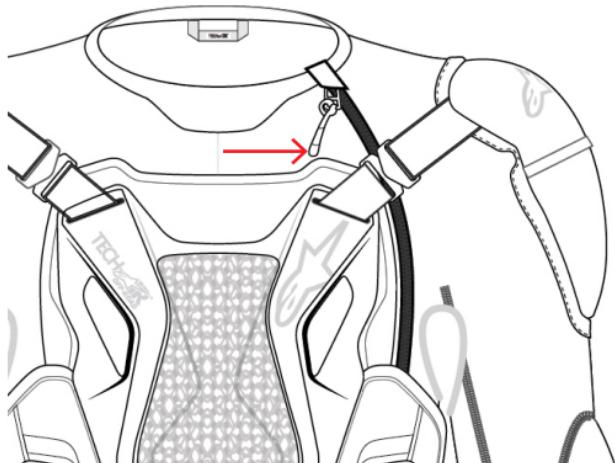

Abbildung 8: Einschalten des Systems durch Schließen des Aktivierungsreißverschlusses (1)
Um das Tech-Air® Off-Road System zu benutzen, muss der Benutzer das System einfach anlegen/tragen und den Aktivierungsreißverschluss (1) von unten nach oben schließen (Abbildung 8). Ein interner Sensor erkennt automatisch, dass der Aktivierungsreißverschluss (1) geschlossen wurde und das System schaltet sich ein.